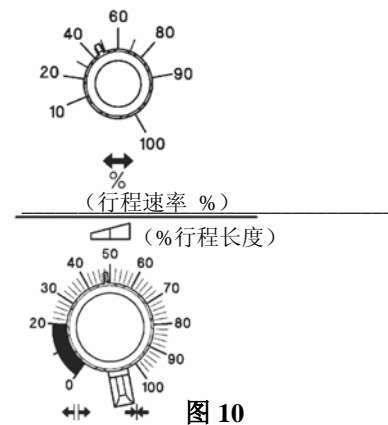

图 10
- 通过行程速率调节旋钮可以设置行程频率，即使泵正在运行中。（见图 10）